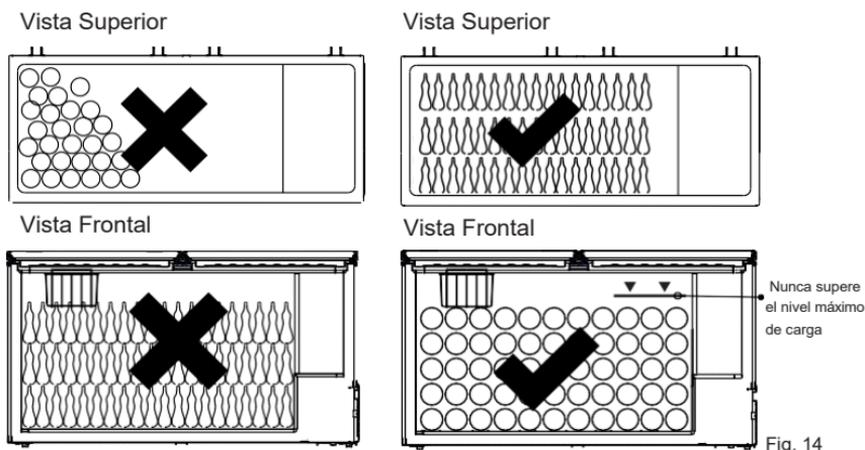

Fig. 14
- Cuando use el Chest Freezer como botellero tenga en cuenta que la posición de las botellas incide en el rendimiento y las temperaturas del equipo (Ver Fig. 14)